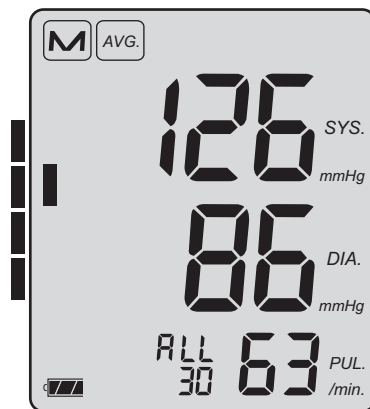

Figure 8
- ➔ **L'appareil étant éteint**, rappeler la valeur moyenne après 30 mesures enregistrées en appuyant brièvement sur la touche M. La valeur moyenne de toutes les mesures enregistrées (ALL) est affichée. Si vous appuyez de nouveau sur la touche M, la valeur moyenne de toutes les mesures effectuées entre 0h00 et 11h59 (AM) puis la valeur moyenne de toutes les mesures effectuées entre 12h00 et 23h59 (PM) sont affichées. Le nombre de mesures ayant servi à calculer la valeur moyenne apparaît à côté de ALL/AM/PM (voir fig. 8).
Lorsque les valeurs moyennes sont affichées, un rectangle de couleur foncée apparaît sur la gauche sur l'afficheur (voir fig. 8). Ce carré indique la valeur moyenne de la tension artérielle. À l'aide de l'échelle d'évaluation jointe (voir figure 9), recherchez dans quelle zone se situe votre tension artérielle selon l'OMS (voir page 95).